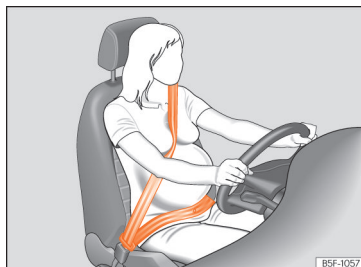

Fig. 13 Colocação da faixa do cinto de segurança no caso das mulheres grávidas.
No caso de **mulheres grávidas**, o cinto de segurança deve passar de forma uniforme sobre o peito e o mais baixo possível na zona pélvica, com a faixa plana para que não pressione o ventre; deve utilizar-se durante toda a gravidez » » » **Fig. 13.**
- No caso de mulheres grávidas, a faixa abdominal do cinto de segurança deve passar o mais baixo possível à frente da zona pélvica, plana e «contornando» o ventre » Fig. 13.